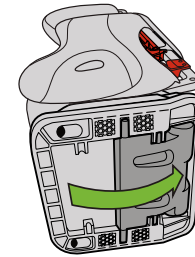

Figure 90
- Vérifiez que le pied d'inclinaison est en position orientée vers l'avant, tel qu'indiqué dans la **Figure 90**. Au besoin, saisissez le bord du pied d'inclinaison et tournez-là vers l'arrière du siège, en appuyant dessus afin de l'enfoncer au bas du siège.